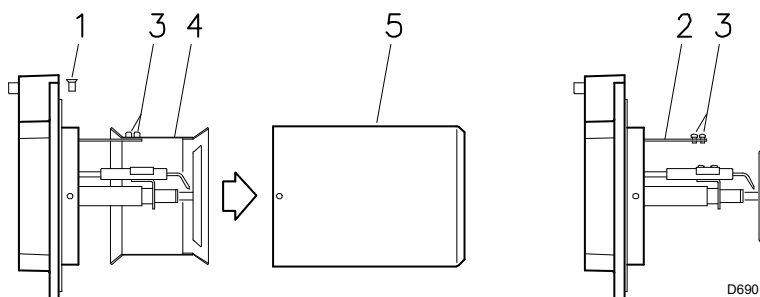

Abb. 9
5.5 Befestigung des Brenners am Heizkessel (Abb. 9)
- Die Schrauben 1)(Abb. 9) lösen und das Flammrohr 5) ausbauen.